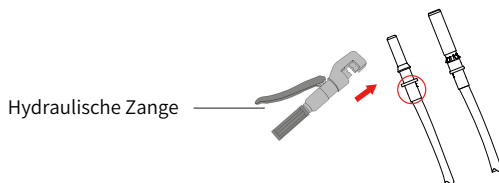

Abb. 6.4 Klemmen Sie den Kontaktstift an
b) Klemmen von Metallklemmen mit einer Klemmzange wie in Abbildung 6.4 gezeigt.